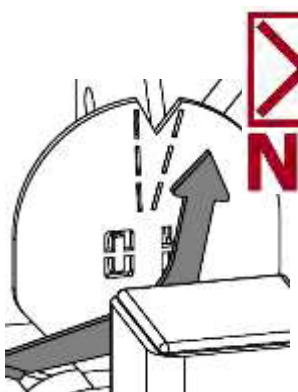

Fig. 2
- **Si l'indicateur ne se trouve pas au milieu de l'entaille une fois que l'élément est soulevé, il est nécessaire de réajuster l'ouverture au moyen des 4 tiges (fig. 2). Danger de chute!**